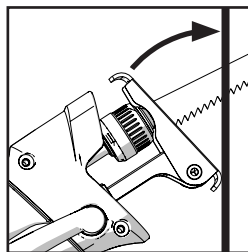

Fig. 10
- Tenere l'utensile rispetto al pezzo da lavorare a una angolazione tale per cui il lato inferiore della piastra di appoggio risulti saldamente a contatto con il pezzo stesso. (Fig. 10).